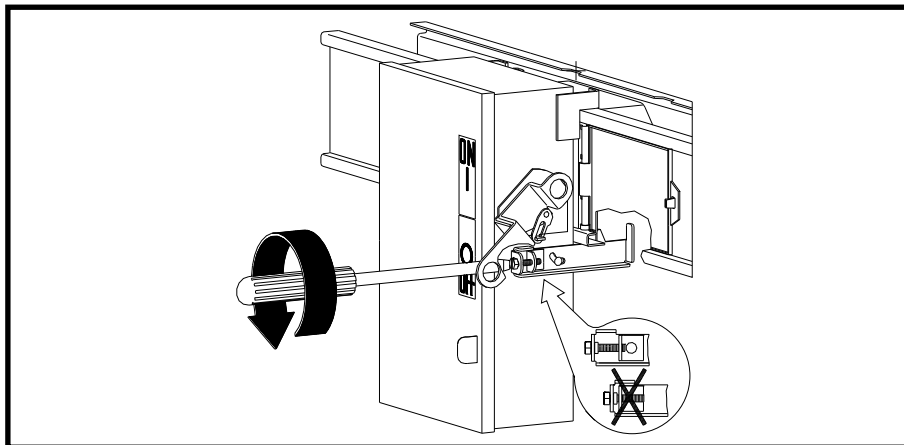

Figure 4 : Fixation de l'unité enfichable
5. Fixer l'unité enfichable. Tourner la vis de verrouillage à fond dans le sens antihoraire (figure 4). L'unité enfichable est prête à fonctionner. Voir la SECTION 5—FONCTIONNEMENT.